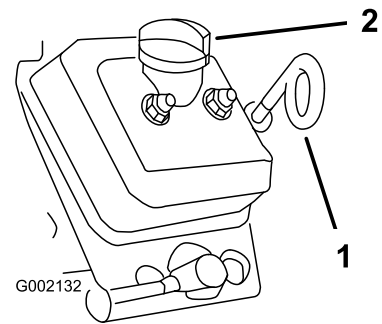

Figura 32
3. Utilize um pano para limpar em redor da vareta de óleo e tampão de enchimento (Figura 32) de forma a que a sujidade não caia no tubo da vareta ou no tubo de enchimento e danifique o motor.
4. Remova a vareta e limpe-a com um pano (Figura 32).
5. Coloque a vareta no tubo e verifique se fica completamente introduzida (Figura 32).
8. Volte a colocar o tampão de enchimento (Figura 32).
9. Insira a vareta do óleo e coloque-a com firmeza (Figura 32).